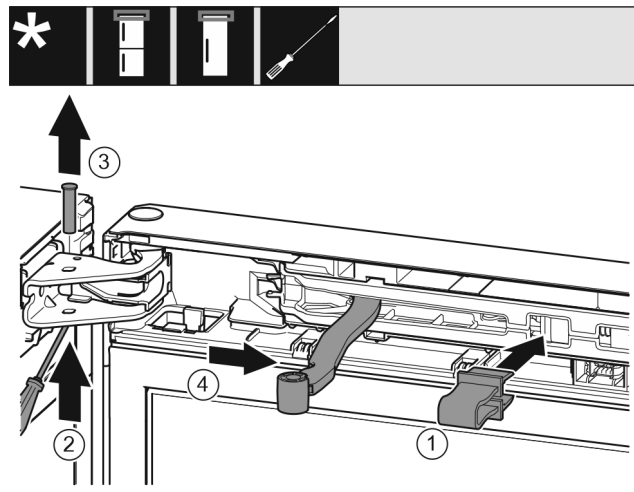

Fig. 9
- ▶ Фиксирайте предпазителя. Fig. 9 (1)
- ▶ С отвертката избутайте болта. Fig. 9 (2)
- ▶ Извадете болта нагоре. Fig. 9 (3)
- ▶ Завъртете шарнира в посока към вратата. Fig. 9 (4)